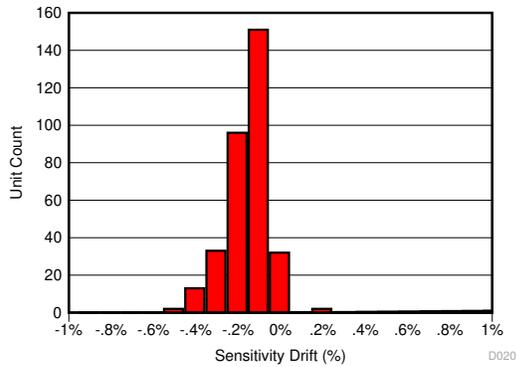
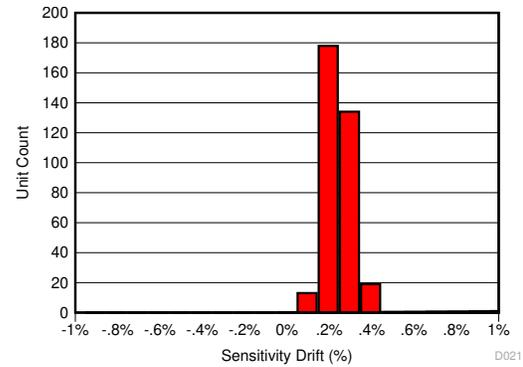
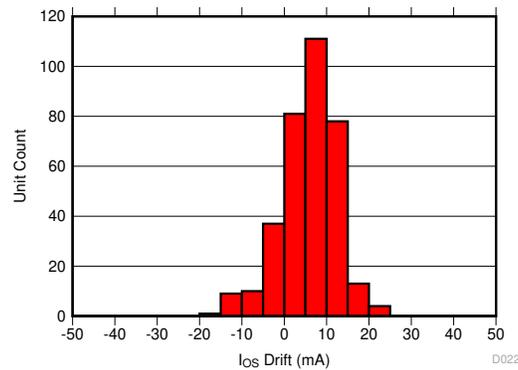

図 8-6. 130°C、85% RH HAST 後の感度誤差
図 8-7. AEC-Q100 高温動作寿命ストレス テスト後の感度誤差ドリフト
図 8-8. AEC-Q100 高温動作寿命ストレス テスト後の入力換算オフセットドリフト
TMCS1101 で温度ドリフトを低減するために活用されているのと同じ補償技法を使用すると、経年変化、ストレス、環境条件による寿命のドリフトも大幅に低減できます。一般的な磁気センサは、高い動作温度での経年劣化により、最大 2% から 3% の感度ドリフトが発生します。TMCS1101 は、3 ロットの AEC-Q100 認定時にワーストケースのストレス試験後に測定された合計感度誤差について、電気的特性に定義されているように、寿命ドリフトが大幅に改善されています。AEC-Q100 認定で定められている他のすべてのストレス テストでは、感度誤差が規定よりも低く、電気的特性表で規定された範囲内でした。ワーストケースのストレス試験である高度加速ストレス試験 (HAST) を 130°C の温度と 85% の相対湿度 (RH) で行った後の合計感度誤差を、図 8-6 に示します。また、AEC-Q100 の規定に従う 1000 時間、125°C の高温動作寿命ストレス試験後の感度およびオフセット誤差ドリフトを、図 8-7 および 図 8-8 に示します。このテストは、デバイスの寿命全体での標準的な動作を模倣しており、一般的な磁気センサに比べて経年劣化によるデバイス性能の変動が大幅に改善される可能性があることを示しています。